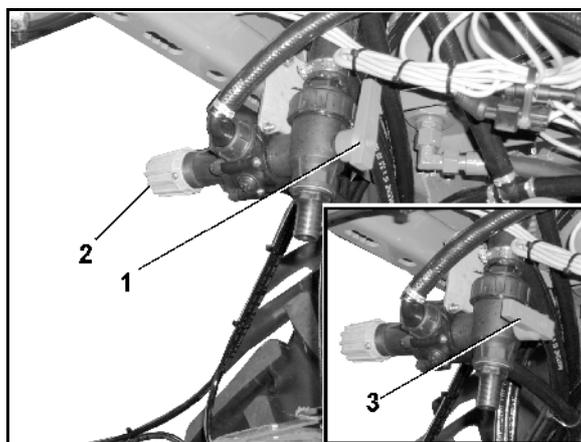

Fig. 86
- le robinet inverseur DUS (Fig. 86/1).
- la vanne de réduction de pression DUS (Fig. 86/2). La vanne de réduction de pression DUS a été réglée définitivement par le constructeur, elle réduit la pression dans le système de circulation de pression à 1 bar.
Si le robinet inverseur DUS est en position (Fig. 86/1), le système de circulation de pression est activé.
Si le robinet inverseur DUS est en position (Fig. 86/3), le système de circulation de pression est désactivé.